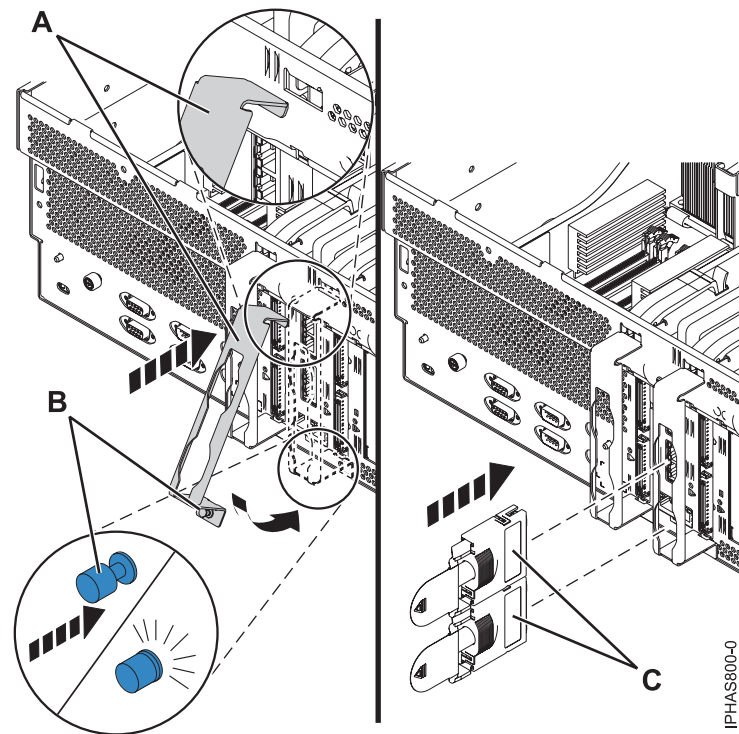

Figure 4. Installation du support de câble
15. Afin de bloquer la patte supérieure dans l'emplacement du bloc, inclinez légèrement le support de câble (A) (voir la figure 4).
20. Rebranchez tous les câbles d'alimentation et de connexion à leurs connecteurs respectifs. Assurez-vous que les câbles de l'adaptateur GX **(C)** passent correctement dans les supports afin de bouger le moins possible (voir la figure 4, à la page 5).